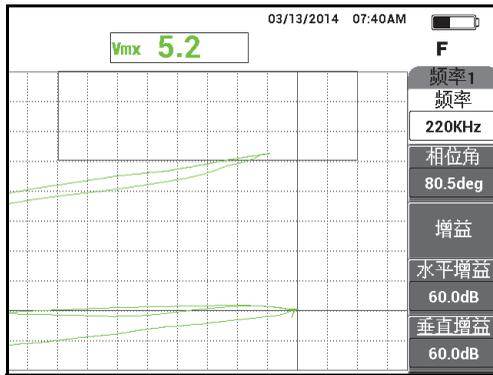

图 5-24 带有裂纹的紧固件的信号
5. 将探头提到空中，然后将探头放置在带有裂纹的紧固件上，按冻结键（）。得到的信号如第 133 页的图 5-24 所示。